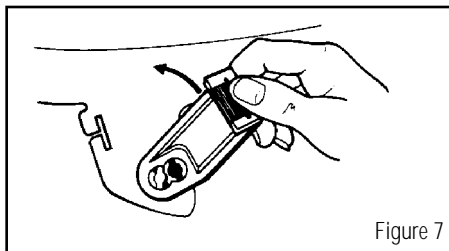

Figure 7
1. Tournez la clavette de suspension de 90° dans n'importe quelle direction, jusqu'à ce que le trou de la clavette de suspension s'aligne avec la tige verticale du bandeau. Tirez sur la clavette pour l'éloigner du bandeau (figure 7).
3. Tournez la clavette de suspension de 90° en direction du bandeau, jusqu'à ce que la clavette se bloque en position (figure 7).